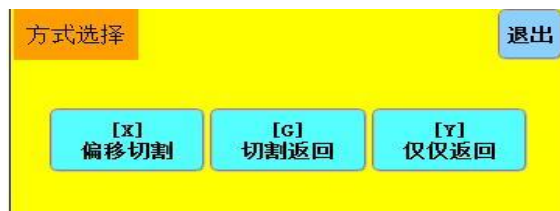

图 3.4 边缘穿孔
当割炬偏离当前加工工件的实际路径时，再次按下【Start】键后，会出现图 3.4 的提示：
【Start】键，系统会出现如图 3.4 提示。
2. 在加工暂停时，由于机械故障或其它原因，需要把割炬移动偏离实际加工工件的轨迹时后，按下【Start】也会出现图 3.4 提示。